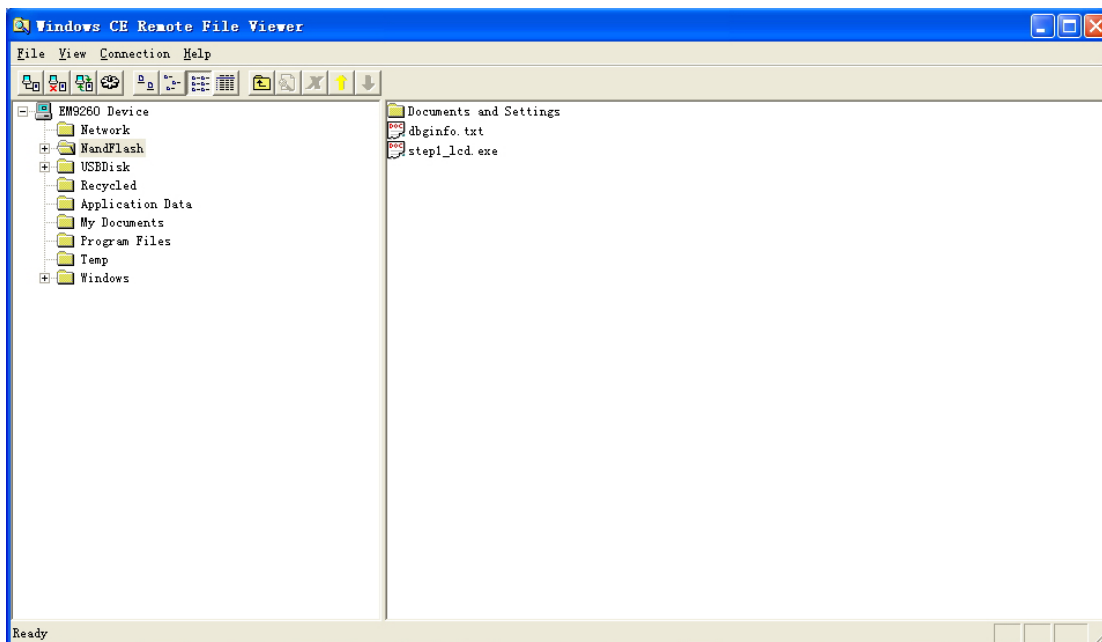

图 4-7 EM9160 NandFLASH 目录中的文件
1、选择 **Tools->Remote File Viewer(WCE500)**，连接建立以后，打开“EM9160 Device/NandFLASH”，如图 4-7 所示。